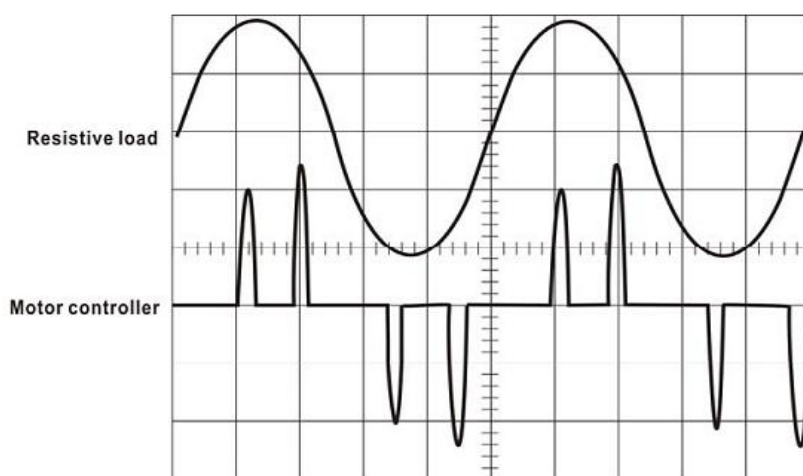

图 3：典型的电流波形比较
- 连接不同的量测机器所显示出来的电流会有所不同，虽然 RMS 电流只能适用在低频率电流波，但是瞬时峰值也可能是相当高的，图 3 显示用电阻负载所绘制出的电流线和用马达控制器所绘制出来的区别。